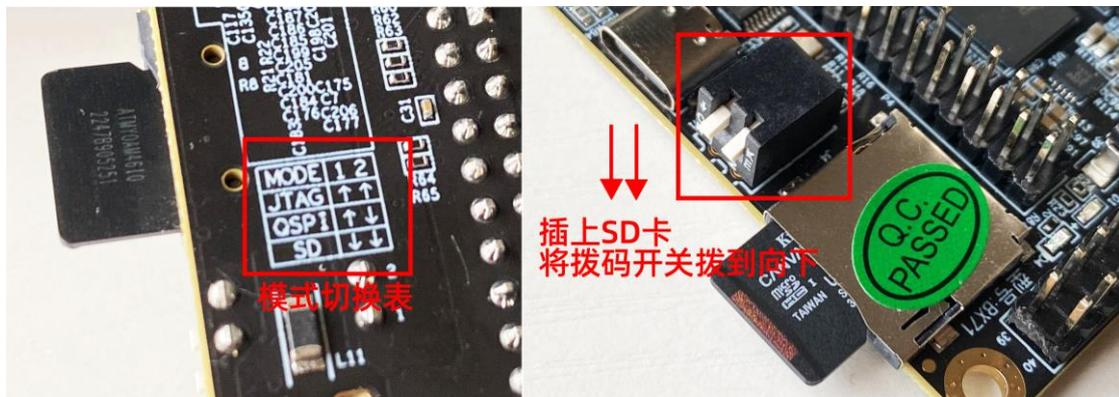

图 1-36 SD 卡模式配置
- (4) 手动设置 zynq 开发板启动模式，将 SD 卡卡槽下方的拨码开关全部拨到向下，如图 1-36 所示：